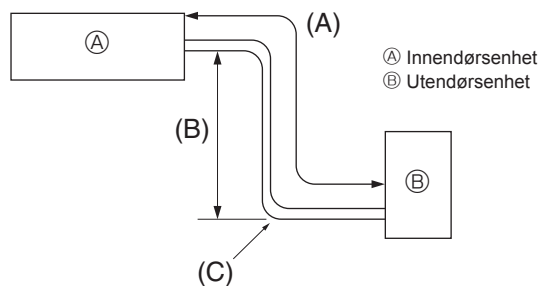

Fig. 5-1
5.1. Kjølemediumrør (Fig. 5-1)